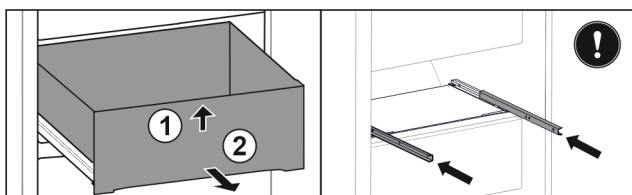

Fig. 134
- ▶ Nadvihnite zásuvku vpredu. Fig. 134 (1)
- ▶ Odoberte zásuvku dopredu. Fig. 134 (2)